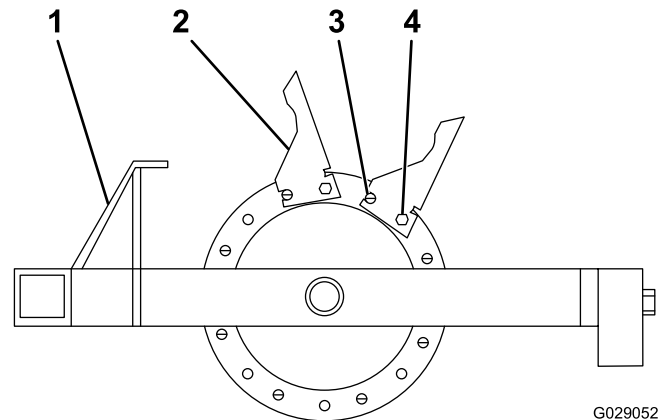

Figura 20
1. Iniziate dall'elemento fuso esterno e installate le fustelle come illustrato in Figura 20.
2. Installate tutte le 8 fustelle sull'elemento fuso, mediante un perno cilindrico e i bulloni ($\frac{1}{2}$ " x 1- $\frac{3}{4}$ "), assicurandovi che il perno cilindrico si trovi nella posizione anteriore (Figura 20).